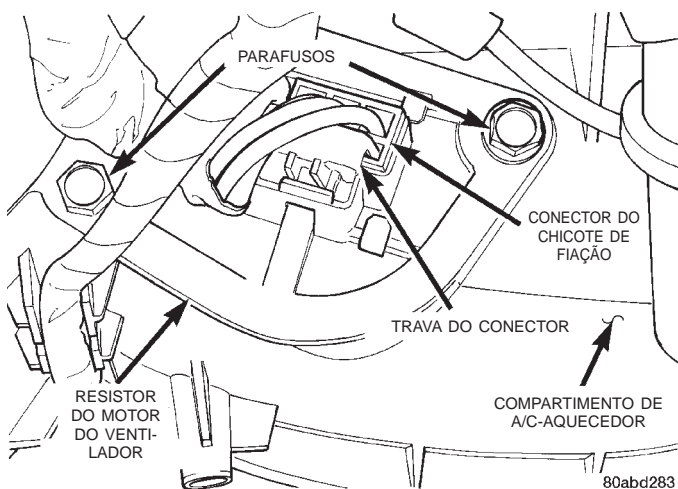

Fig. 46 Remoção/Instalação do Resistor do Motor do Ventilador
- (1) Desconecte e isole o cabo negativo da bateria.
- (2) Retire a tampa de recuo do compartimento de A/C-aquecedor. Consulte “Tampa de Recuo”, neste grupo, para obter mais informações sobre os procedimentos.
- (3) Puxe a trava do conector do chicote de fiação do resistor do motor do ventilador para destravar a lingüeta do conector (Fig. 46).